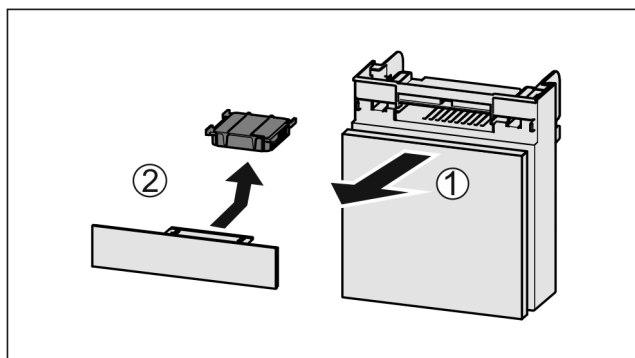

Fig. 41
- ▶ 向前拉出 Fig. 41 (1) 抽屉。
- ▶ 取出 Fig. 41 (2) 活性炭过滤器。